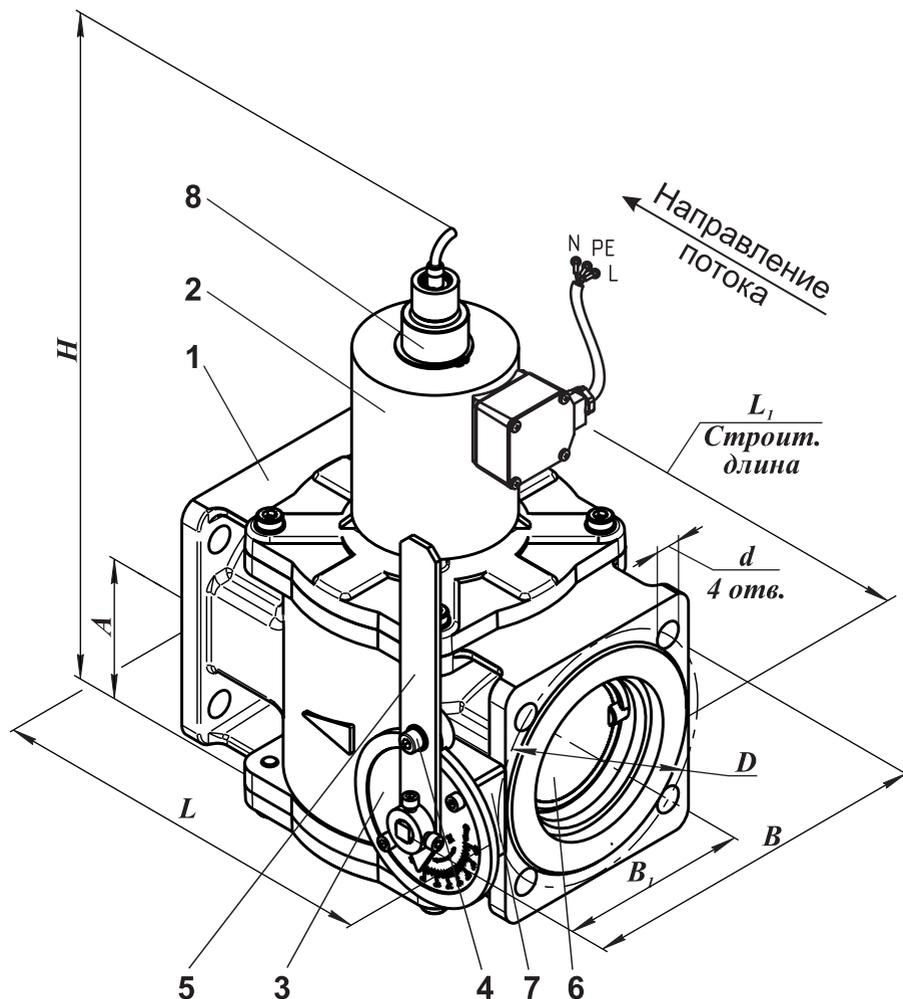

Рис. 1
2.1 Клапан (см. рис. 1) состоит из следующих основных узлов и деталей:
4.5.2 Регулирование расхода количества проходящего газа через клапан осуществляется путем поворота ручки управления 5 (рис. 1).
При повороте ручки управления в сторону знака "+" количество газа, проходящего через заслонку увеличивается; при повороте в сторону знака "-" расход газа уменьшается. Фиксация ручки управления и диска 6 (см. рис. 1) производится путем закручивания до упора винта 4 в прижим 4а.